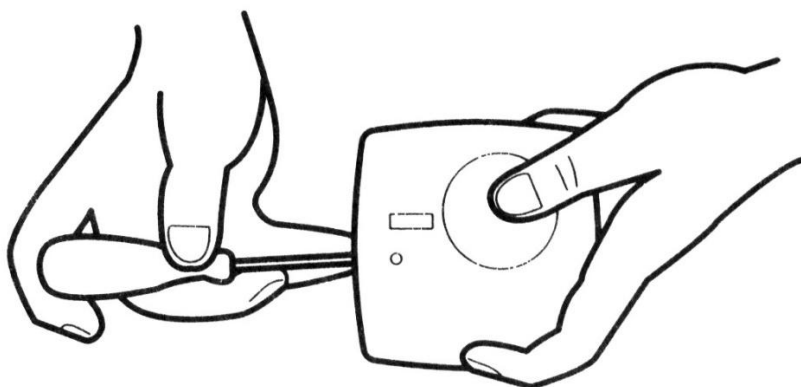

Fig.1
- demontati capacul (1) prin apasare cu ajutorul unei surubelnite asupra carligului de blocare de pe carcasa dupa care apasati usor in jos pe butonul de reglare (Fig.1).